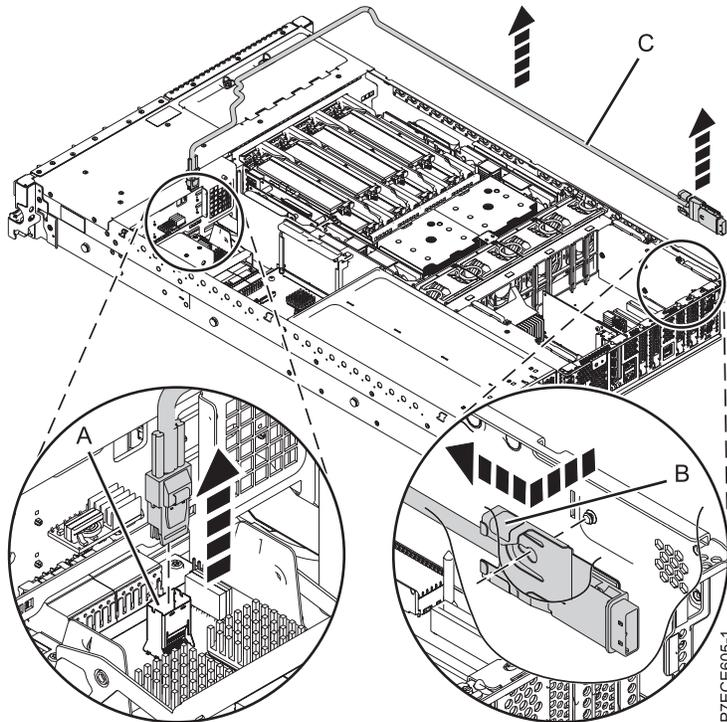

Abbildung 23. Externen SAS-Anschluss ausbauen
9. Ziehen Sie die Kabelführung bis an den blauen Kontaktpunkt **(B)** und schieben Sie das SAS-Kabel aus der Öffnung für den SAS-Anschluss an der Rückseite des Chassis. Siehe hierzu Abb. 23 auf Seite 41.